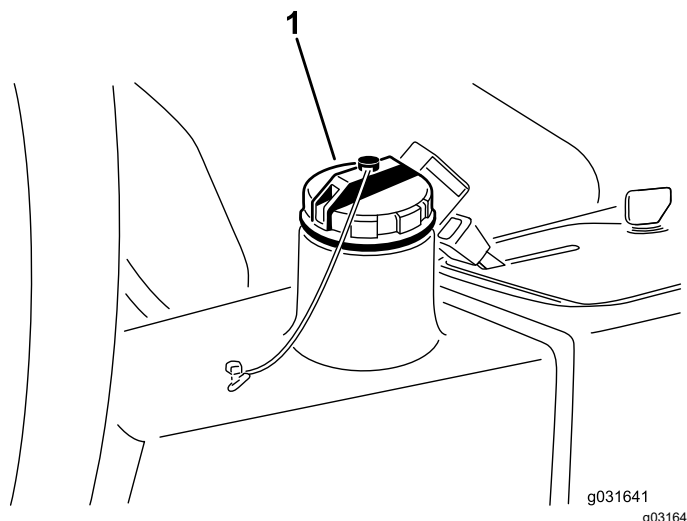

Figure 66
4. Versez environ 13,2 litres de liquide hydraulique dans le réservoir (Figure 66) ; voir Contrôle du système hydraulique (page 56).